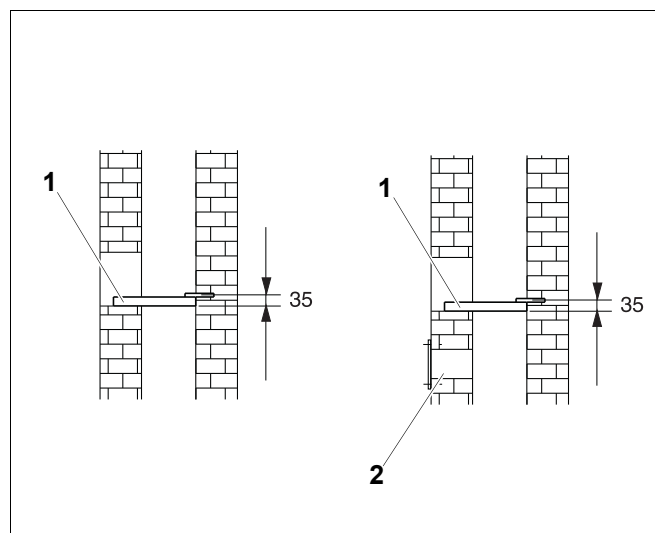

Рис. 12 Установка опорной планки, справа вариант с вытяжным отверстием в шахте (размеры в мм)
- В задней стенке шахты просверлите отверстие $\varnothing 10$ мм на 35 мм выше нижней кромки проёма (рис. 12).
- При необходимости укоротите опорную планку (рис. 12, [1]) и осторожно забейте её.
- Сделайте проём для вытяжного отверстия под проёмом для прохода дымовой трубы (рис. 12, [2]).